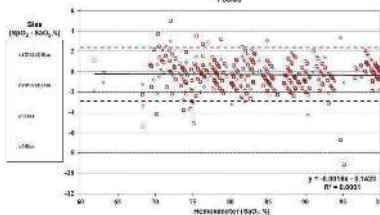

Figura 3 YX102
- Tehnologia utilizată în pulsoximetru de deget a fost verificată pentru acuratețe în condiții fără mișcare, prin studii pe sânge uman efectuate pe voluntari adulți sănătoși, bărbați și femei, cu piele de la deschisă la închisă, în studii de hipoxie indusă în intervalul 70%-100% SpO₂, comparativ cu un ox-oximetru de laborator. Graficul SaO₂ versus eroare (SpO₂ – SaO₂) (vezi Figura 3 și 4).